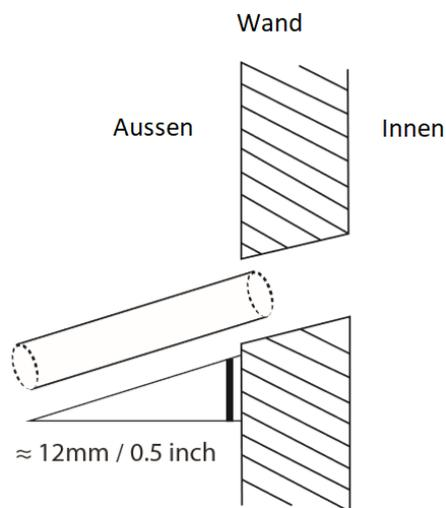

Abb. 6.4
3. Bohren Sie mit einem 65-mm-Kernbohrer ein Loch in die Wand. Stellen Sie sicher, dass das Loch in einem leichten Winkel nach unten gebohrt wird, so dass das äußere Ende des Lochs um etwa 12 mm (0,5 ") unter dem inneren Ende liegt. Dies gewährleistet einen ordnungsgemäßen Wasserablauf (siehe Abb. 6.4). Legen Sie die Schutzwandmanschette in das Loch. Dies schützt die Ränder des Lochs und hilft, es abzudichten, wenn Sie den Installationsvorgang abgeschlossen haben.